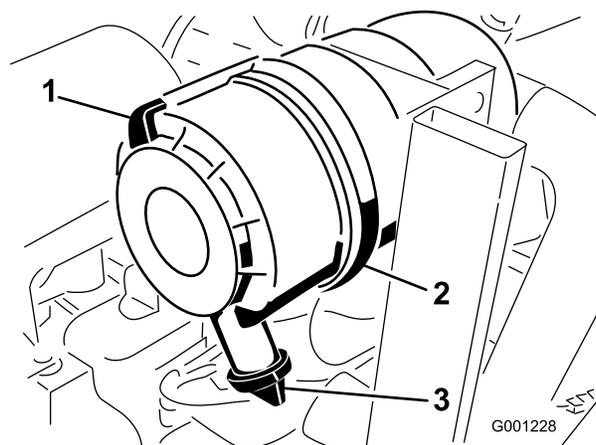

Figura 47
1. Tirate il fermo verso l'esterno e ruotate il coperchio del filtro in senso antiorario (Figura 47).
2. Togliete il coperchio dal corpo del filtro dell'aria (Figura 47).
- Montate il coperchio con la valvola di uscita in gomma disposta in giù, in una posizione tra le ore 5 e le ore 7 vista dall'estremità (Figura 47).